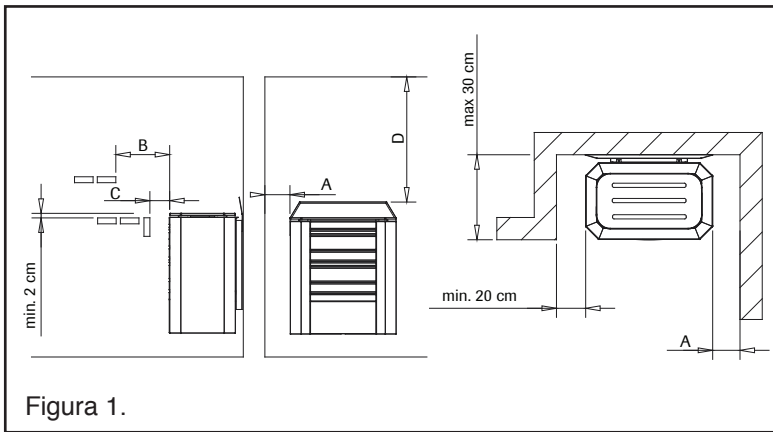

Figura 1.
**) Vezi figura 1
- Încălzitoarele de saună AITO de 4,5 kW sau 6,0 kW pot fi montate și în nișa de perete, cu condiția respectării distanțelor de siguranță date în figura 1.